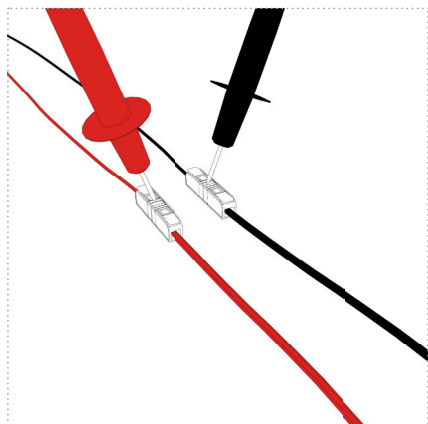

Abbildung: 20
5. Stecken/drehen Sie die Sicherung des Stromkreises der UV-Einheit wieder ein und überprüfen sie auf die korrekte Netzspannung an den Prüfföffnungen der Verbindungsklemmen (Abbildung 20).